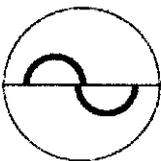

Figura 2: Corrija la posición final
- Aumente la presión de aplanación haciendo girar el botón de medición del tonómetro hasta que los márgenes de los anillos de fluoresceína se toquen y se crucen con las pulsaciones del ojo (Figura 2). La anchura de los anillos de fluoresceína alrededor de la posición de contacto del prisma de medición debe ser igual a 1/10 del diámetro de la superficie de aplanación (0,3 mm).
- Para leer la escala, multiplique las lecturas por un factor de diez (10). El resultado es la presión ocular expresada en mmHg.